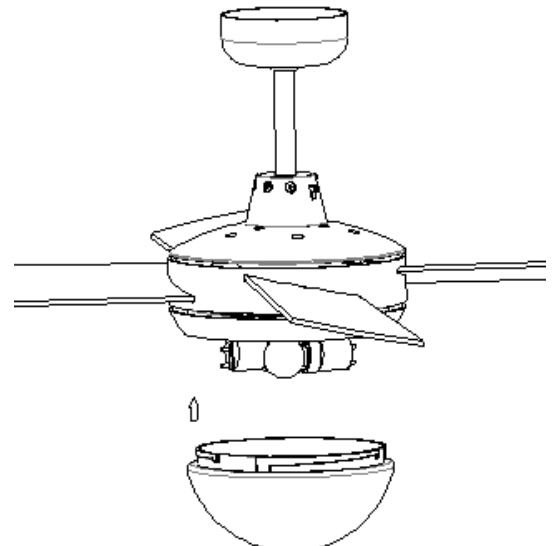

Fig. 9
8. Coloque la pantalla de cristal con mucho cuidado en su sitio y gírela en dirección de reloj hasta que encaje. La pantalla debe ser insertada correctamente antes de girarla para que encaje correctamente. Por ello compruebe el mecanismo antes de empezar con este paso. Fig.9